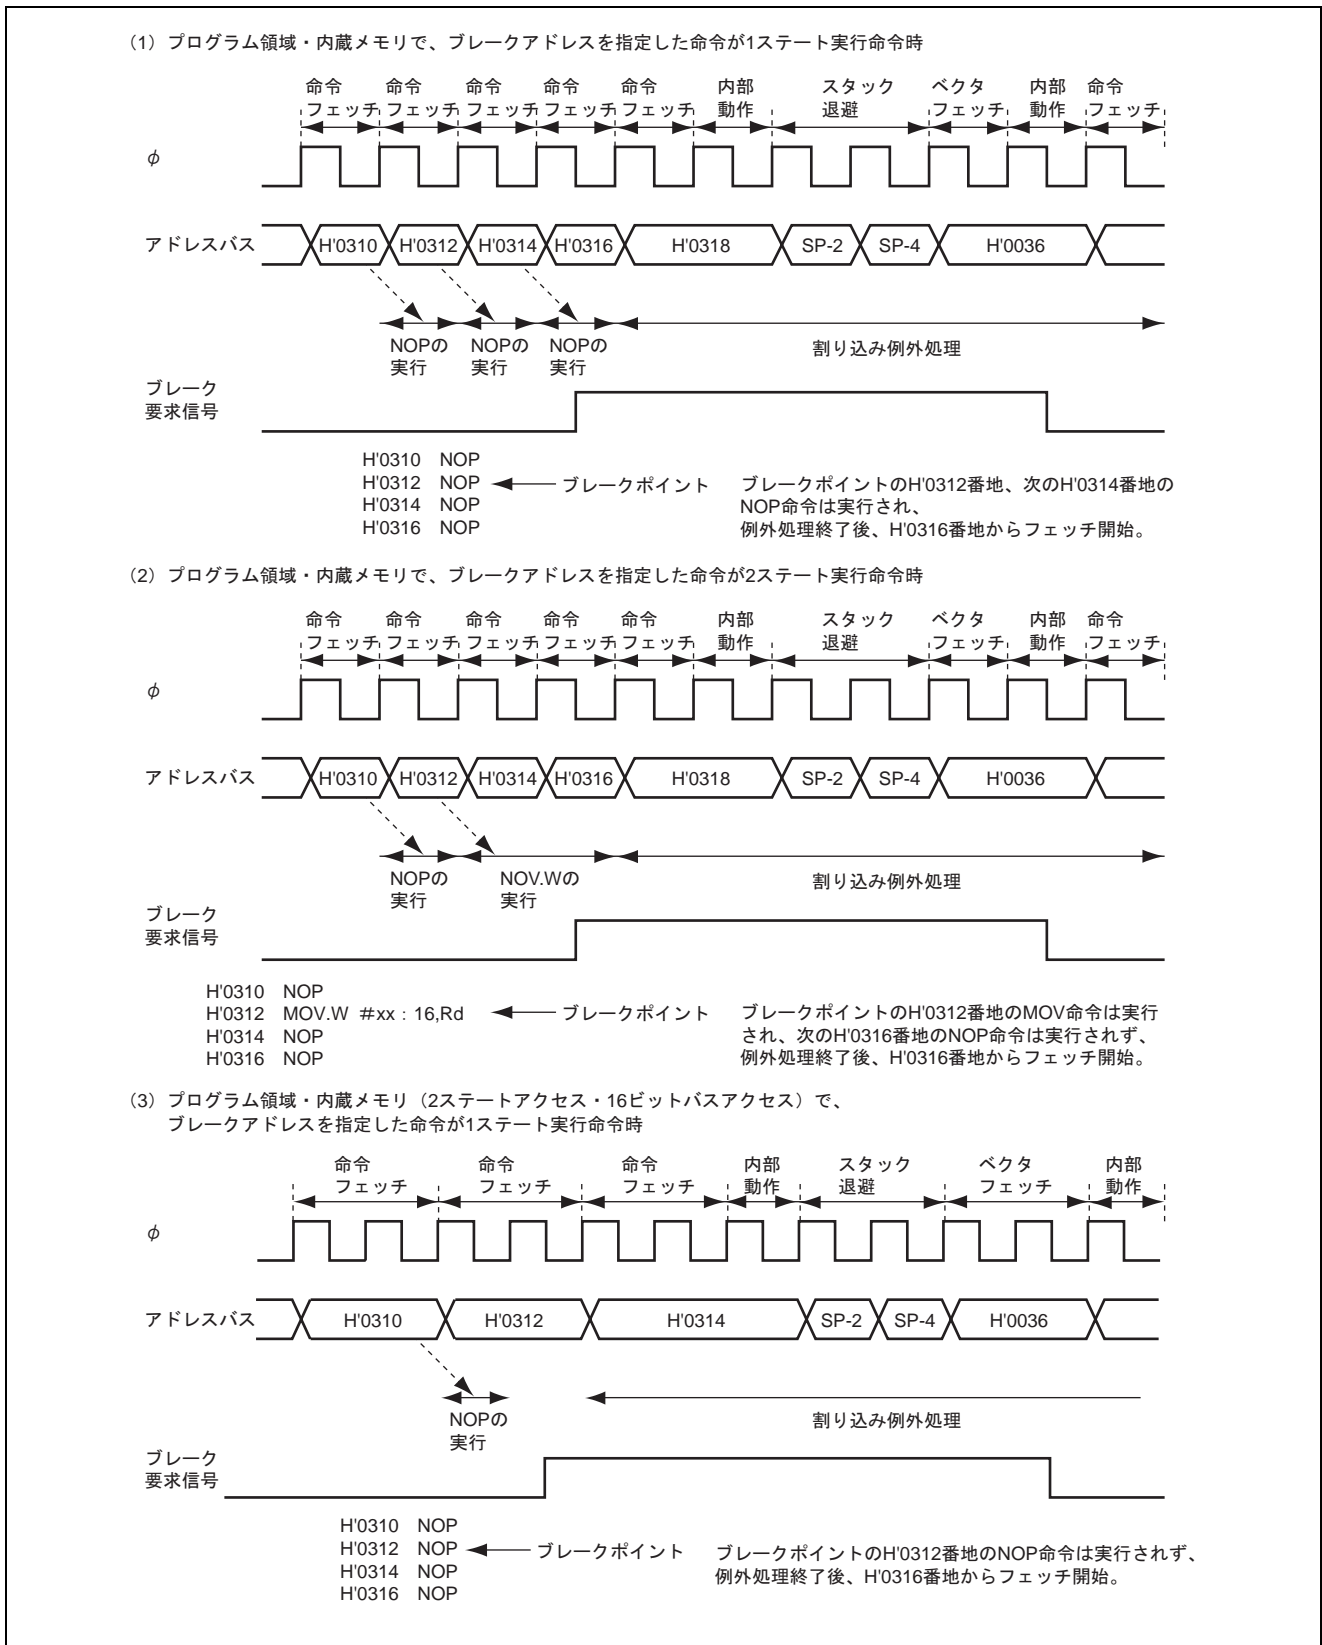

図 7.11 アドレスブレークタイミング例
3. アドレスブレイク割り込みは、内部プリフェッチ信号とアドレスの組み合わせにより発生しますので、設定したアドレスの命令および直前の命令内容、実行サイクルにより、割り込み例外処理の入るタイミングが異なります。図7.11にアドレスタイミング例を示します。